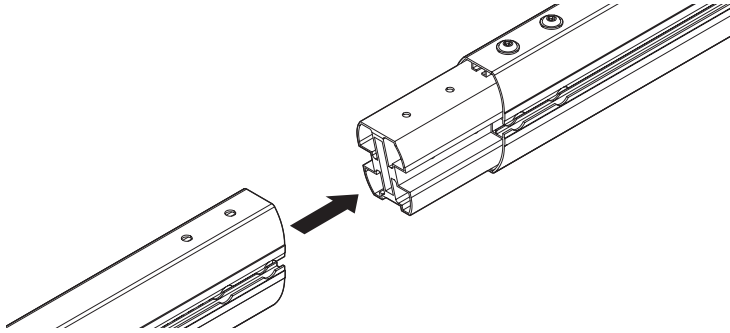
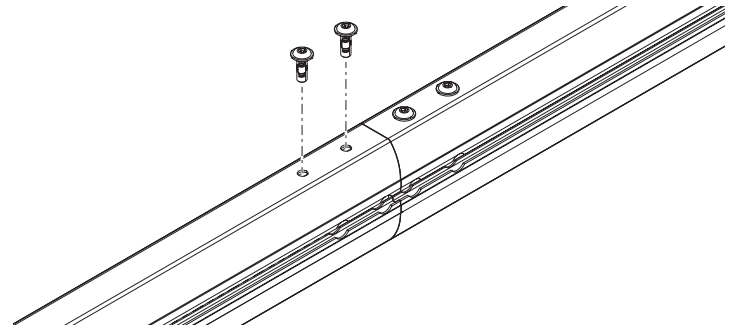
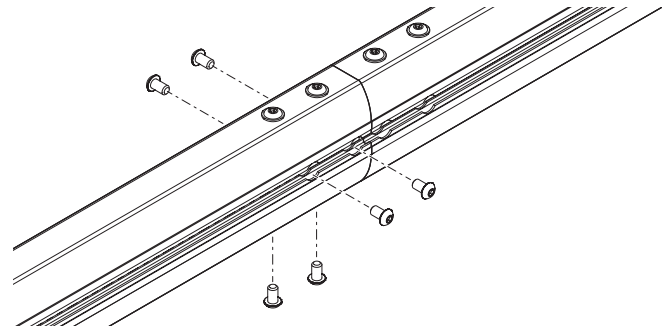

Figura 3
Figura 4
Figura 5
6. Instale los segmentos adicionales uno por uno; apoye el extremo “colgante” del brazo. Asegúrese de ajustar los pernos superiores antes de eliminar la falta de tensión. Asegúrese de que todos los pernos estén ensamblados antes de asentarlos. Ajuste todos los tornillos a 7 ft-lbf: vuelva a empezar por la parte superior. Consulte la Figura 3, la Figura 4 y la Figura 5.